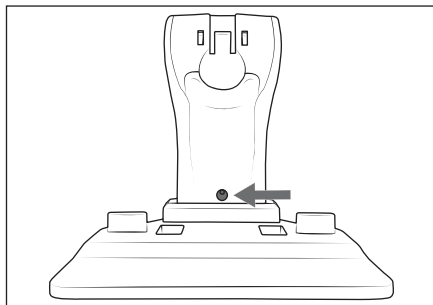

Fig. 1
- 1) Utilice el orificio del soporte para el aparato 20 para marcar el taladro en la pared (fig. 1).
- 4) Coloque el tornillo en el orificio del soporte para el aparato 20 (fig. 1) y atorníllelo en el taco con un destornillador de estrella.
- 3) Vuelva a colocar el tornillo **12** en el orificio de la parte trasera de la columna **11**. Apriete bien el tornillo **12** con un destornillador de estrella en sentido horario (fig. 1).